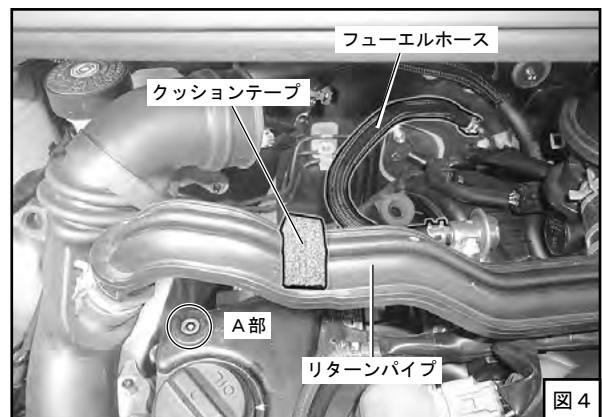
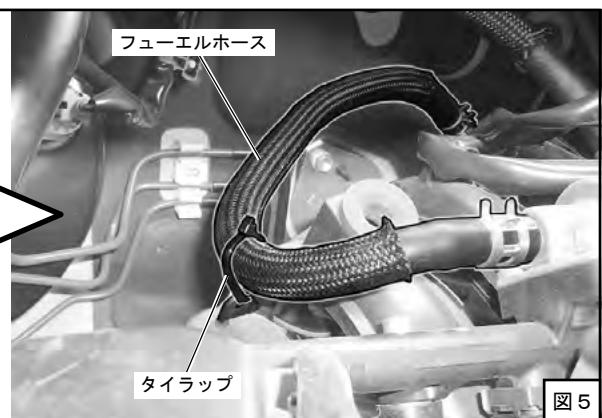
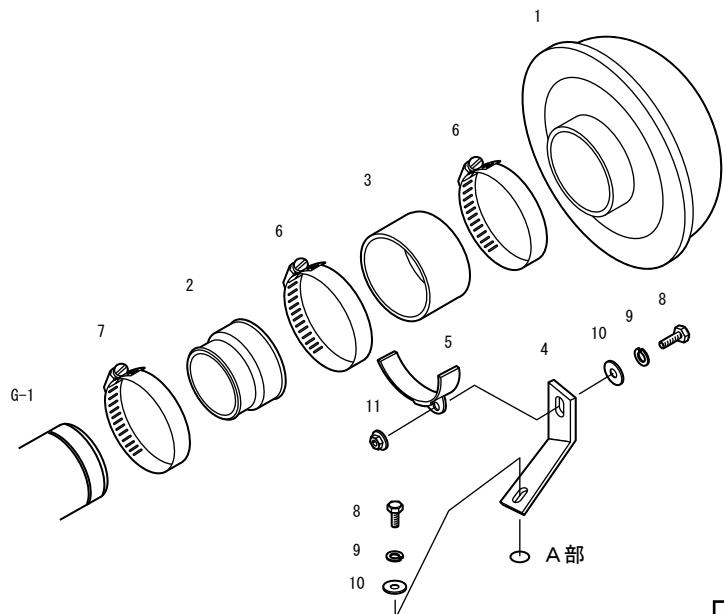

図4
図5
図6
(1) 図4を参考にリターンパイプにクッションテープを貼付けてください。 (図4)
(2) A部にステーを仮付けしてください。 (図4)
(3) フューエルホースをキットパーツのタイラップを使用して図5のように固定してください。
その際、フューエルホースがつぶれないようにしてください。 (図4、図5)
(4) キットパーツを仮付けしてください。(図4、図6、図7)